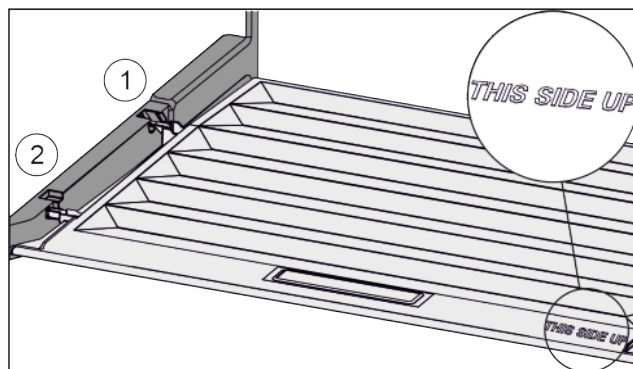

Fig. 36
- ▶ Výstupky víka zaveďte do zadních držáků Fig. 36 (1) a vpředu zaklesněte do držáku Fig. 36 (2).